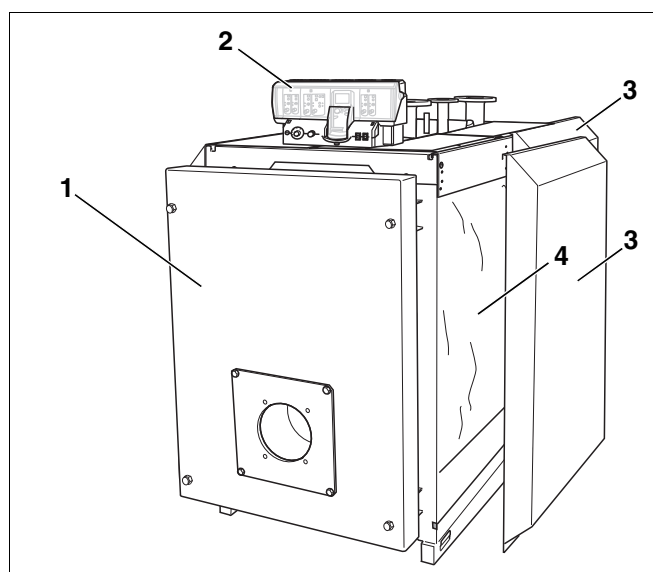

Fig. 1 Cazanul special de încălzire cu motorină/gaz Logano S635/S735
- Blocul cazanului (Fig. 1, [1]).
- Mantaua cazanului (Fig. 1, [3], izolația termică (Fig. 1, [4]).
- Dispozitivul de reglare (Fig. 1, [1]).